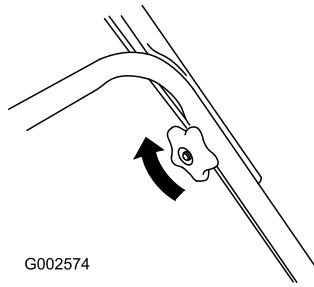

Figure 5
2. Apriete los pomos del manillar superior (Figure 5).